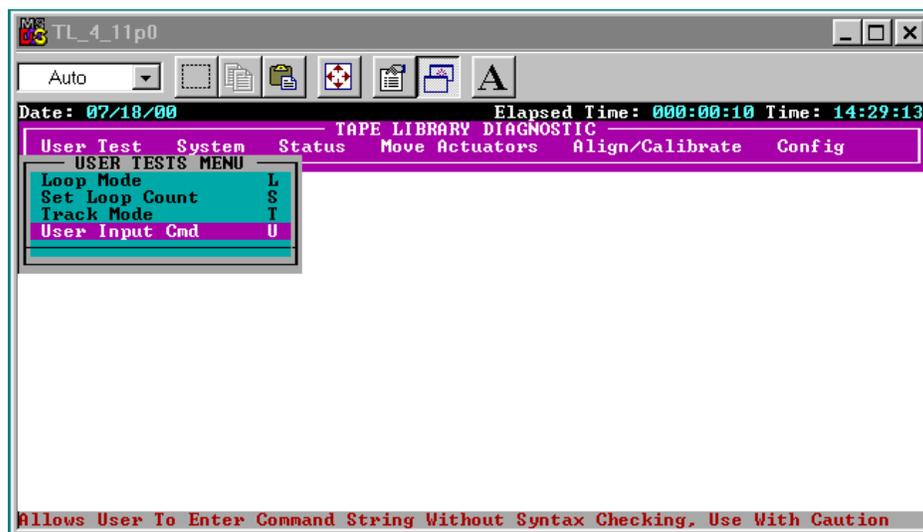

Figura 3-9. Menu User Test
3. Dal Menu User Test (Test utente) selezionare User Input Cmnd (Comando immissione utente) (vedere la Figura 3-9).